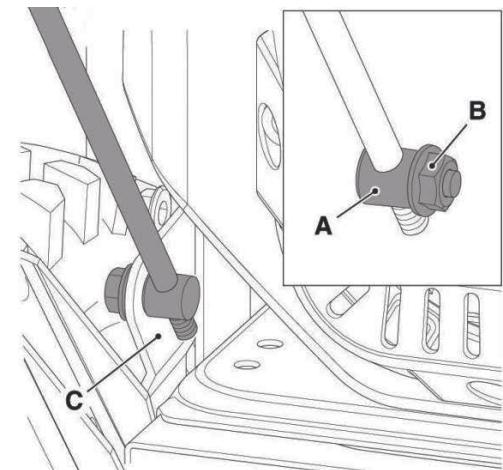

Рисунок 6
- a) Снимите предварительно установленное соединение - (рисунок 6. A) на гайке рычага управления положением щётки (рисунок 6. B).
- b) Вставьте шарнирное соединение (рисунок 6. A) на устройстве управления положением щётки в отверстие на рычаге (рисунок 6. C), чтобы соединить его с приводом.
- c) Затяните гайку (рисунок 6. B).